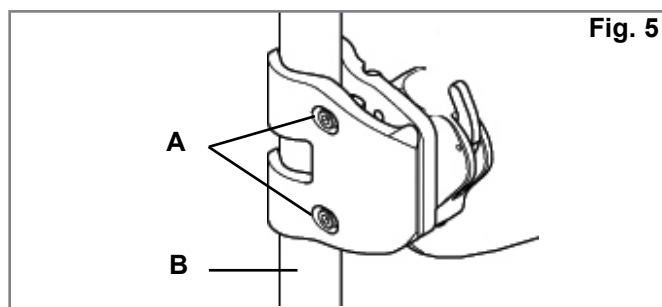

Fig. 5
3. Montera fästena. (Fig. 5)
- a. Lossa tvingskruvarna (A) med medföljande 4 mm insexnyckel. OBS – För grövre rördiametrar kan tvingskruvarna behöva skruvas ur helt.
- b. Montera och rikta upp fästena på ryggrören (B).
- c. Handdra tvingskruvarna (A). OBS – Hållarna kan behöva ytterligare lateral justering för säkerställande av korrekt uppriktning.